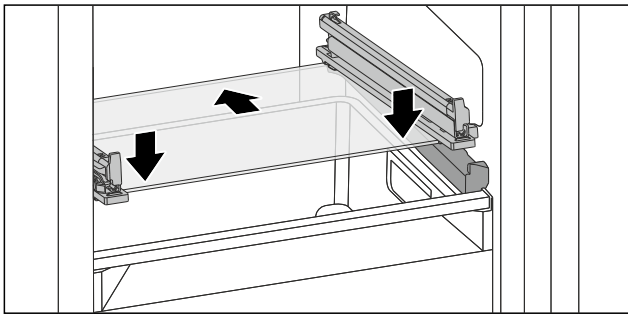

Fig. 74 Ripiano in vetro del cassetto ribaltabile
- ▶ Applicare il ripiano in vetro obliquamente dietro i fermi. (vedere Fig. 74)